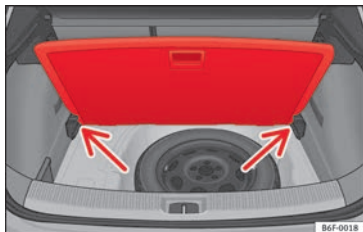

Fig. 169 Piano variabile del bagagliaio: posizione inclinata.
- Con il piano variabile in posizione elevata, sollevarlo con la maniglia ①, tirarlo e spingere verso lo schienale dei sedili posteriori finché il piano non si piega sulla linea della cerniera e la parte mobile del piano non si appoggia sullo stesso.
- Appoggiare il piano sugli appositi alloggiamenti » **fig. 169** (freccie).